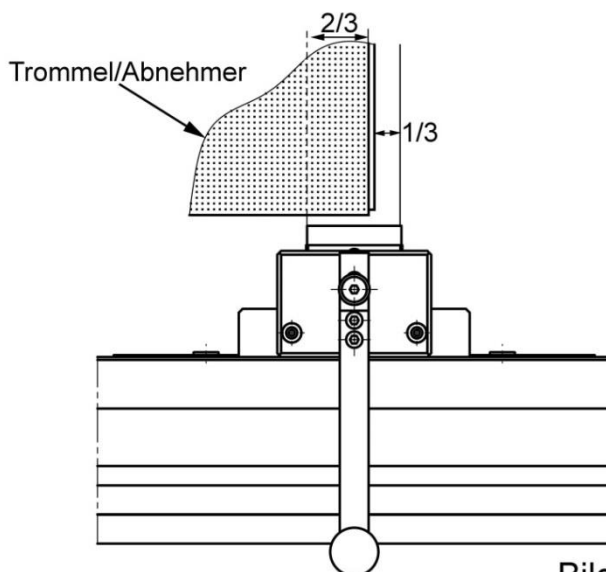

Bild 1
- Die Beurteilung der Nachgeschärften Garnitur muss in jedem Fall mit dem Mikroskop erfolgen. Bei einer richtig nachgeschärften Garnitur sind die Schleifriden über die ganze Zahnoberfläche bis zur Brustkante ersichtlich. (siehe Bild 1) Trommel-Garnitur und (siehe Bild 2 ) Abnehmergarnitur)